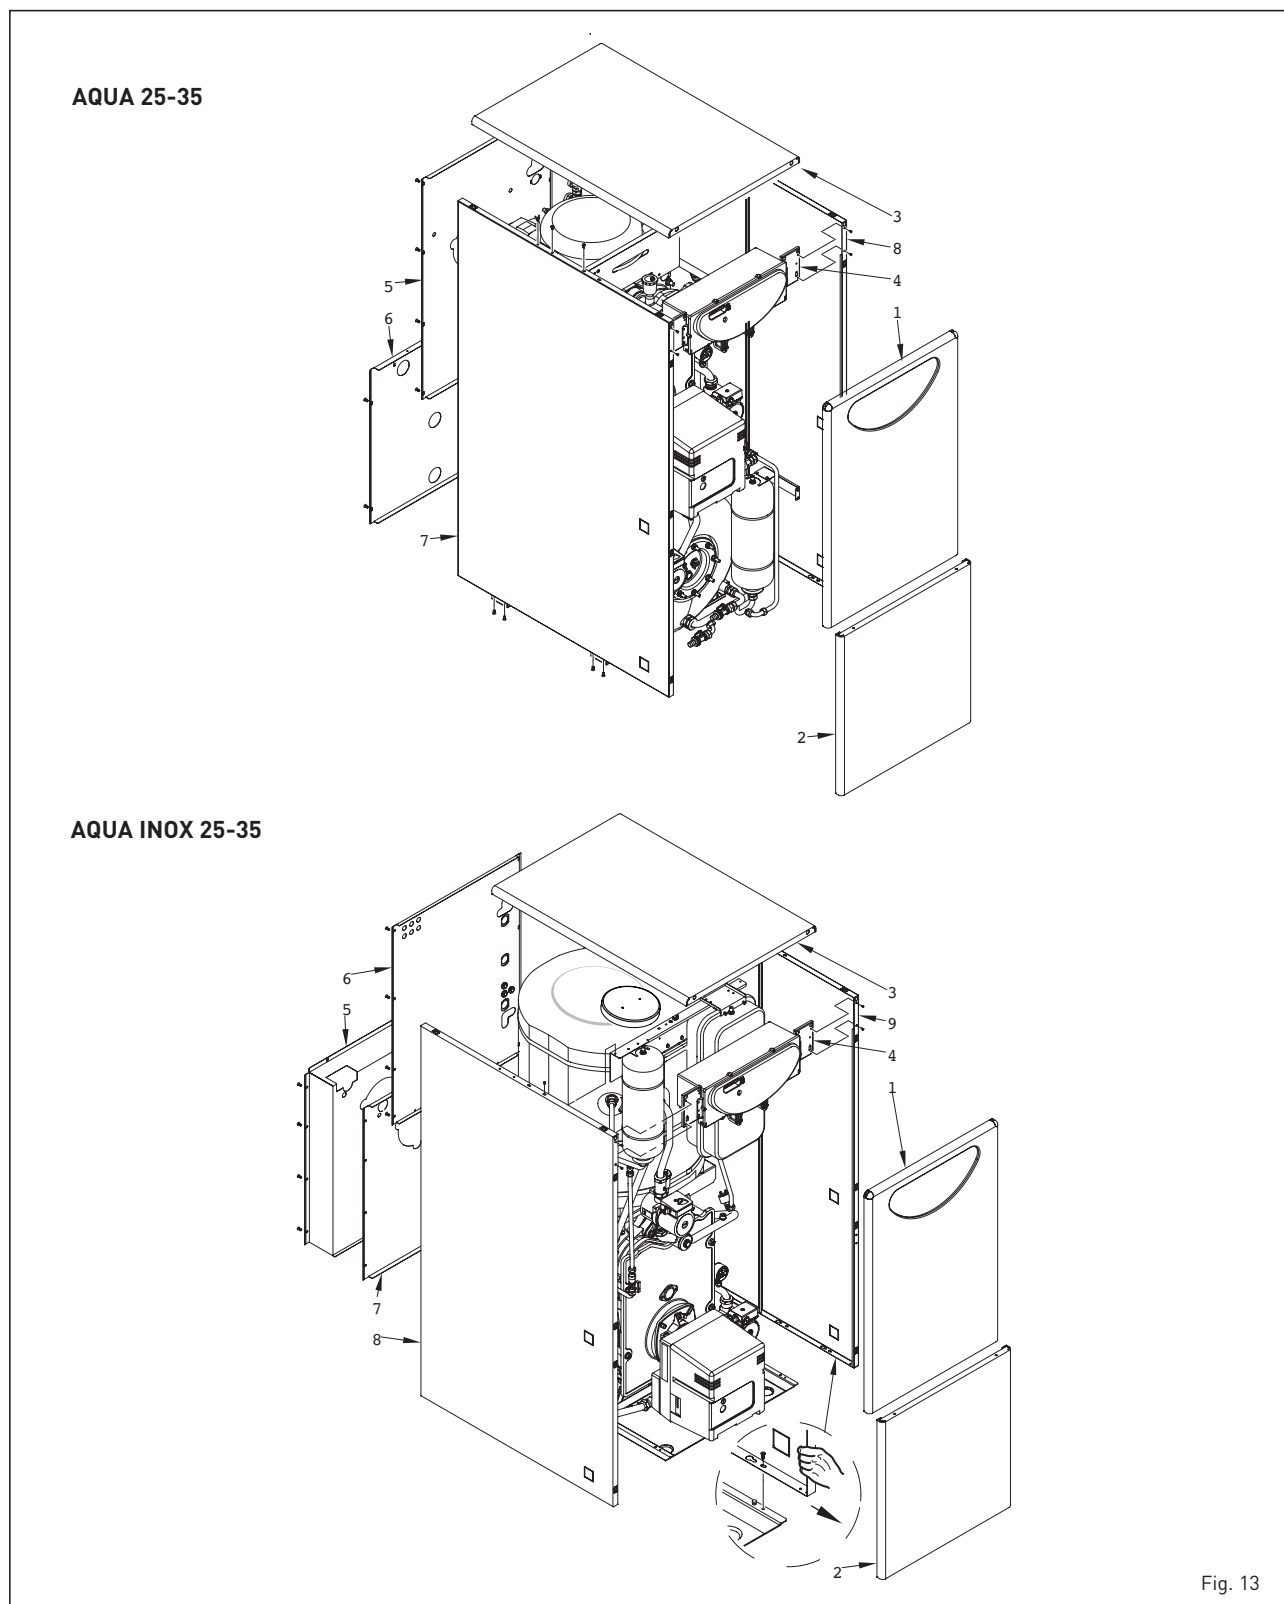

Fig. 13
4.4 SMONTAGGIO MANTELLO (fig. 13)
sione numerica di fig. 13.